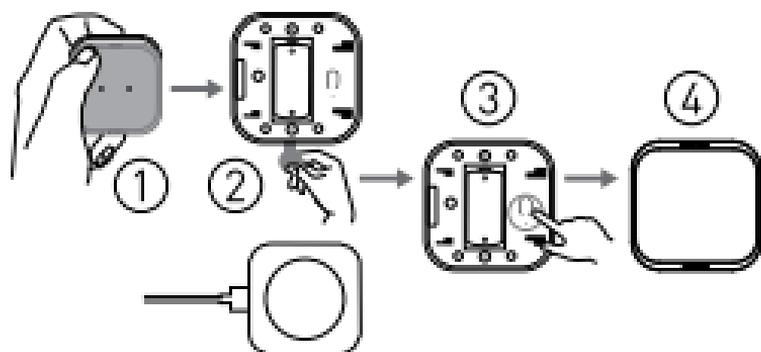

Рис. 3
5.4 Откройте крышку батарейного отсека (1). Извлеките изоляционный лист и/или подключите кабель USB (2). Устройство также может питаться от USB, при этом желательно, чтобы батарея также была подключена (Рис. 3). Удерживайте нажатой кнопку в
5.8 Убедитесь, что светодиод быстро мигает, если нет, пожалуйста, удерживайте кнопку сброса около 5 секунд, пока светодиод не начнет быстро мигать (рис. 3).